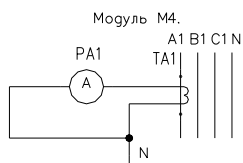
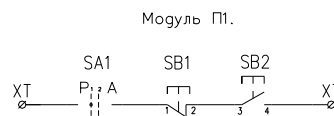

Рис. 7.3.1. Контроль тока нагрузки по одной из фаз
Рис. 7.3.2. Ручное управление вводами.
Для расширения функциональности НКУ с АВР серии ЯУ(ШУ)-К-8200 могут быть дополнены дополнительными контрольно-измерительными модулями (М1 – М3), защитными модулями (З1) и модулями коммерческого учета (У1, У2), представленными в разделе 7.1. рис. 7.1.2. – 7.1.7., а также модулем контроля тока нагрузки (М4), представленным на рис. 7.3.1., модулем ручного управления вводами (П1) – рис. 7.3.2.
- измерение потребляемых нагрузкой токов при заказе дополнительно измерительных модулей М2 (рис. 7.1.3.), М4 (рис. 7.3.1.).